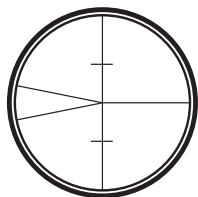

Fig. 3
1. Focar os fios do retículo (Fig. 3) apontando o telescópio a um fundo claro ou, a uma folha de papel branco. Girar o parafuso da ocular até que os fios se tornem nítidos.